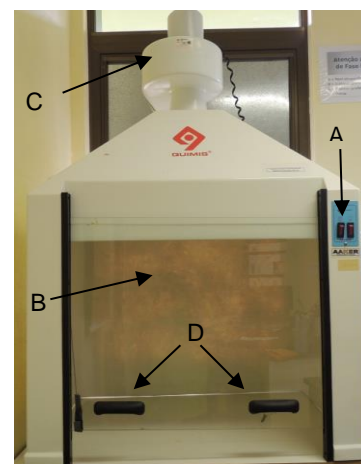

Figura 1. Capela de exaustão de gases "Quimis" (Modelo Q216-11)
- 1.1. Painel de controle (Figura 1.A);
- 1.2. Janela de segurança (Figura 1.B);
- 1.3. Motor (Figura 1.C) ;
- 1.4. Puxadores (Figura 1.D)
- 2.4. Para mover a janela de segurança, utilize os puxadores frontais (Figura 1.D), realize este procedimento sempre com as duas mãos com um movimento suave e contínuo, empurrando a janela para cima.